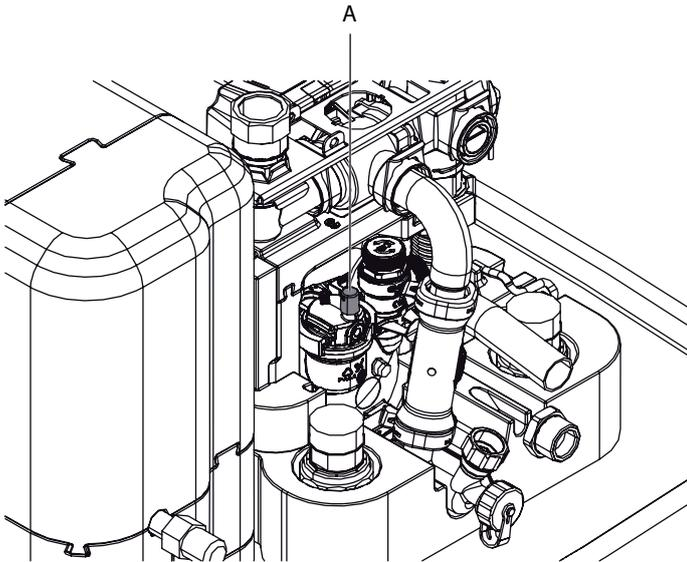

Fig. 5-3 Tapa del purgador automático
- Asegurarse de que la tapa del purgador automático (fig. 5-3, pos. A) esté abierta.